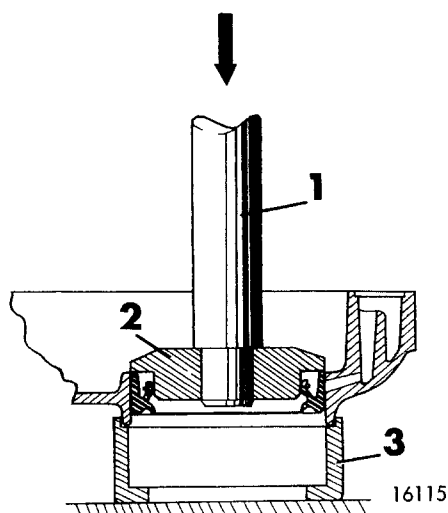

Fig 01-23. Urpressning av tätningsring
- a. Pressa ur tätningsringen enligt fig 01-23.